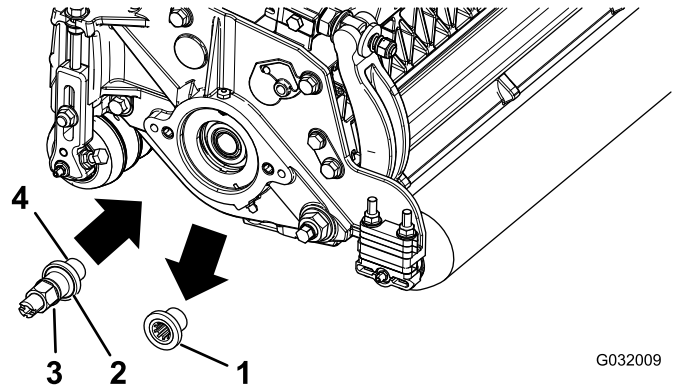

Figura 2
2. Rimuovete ed eliminate l'inserto filettato dell'apparato di taglio per la trasmissione della spazzola per rullo posteriore (Figura 2).
4. Applicare il frenafili alle filettature dell'albero di trasmissione (Figura 2) e installare l'albero di trasmissione sinistro o destro, serrando da 115 a 129 N·m.